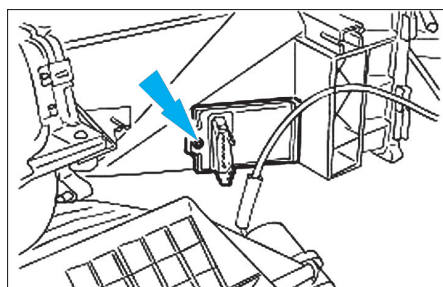

Fig. 65
- Débrancher le connecteur de la résistance puis déposer cette dernière (Fig.65).